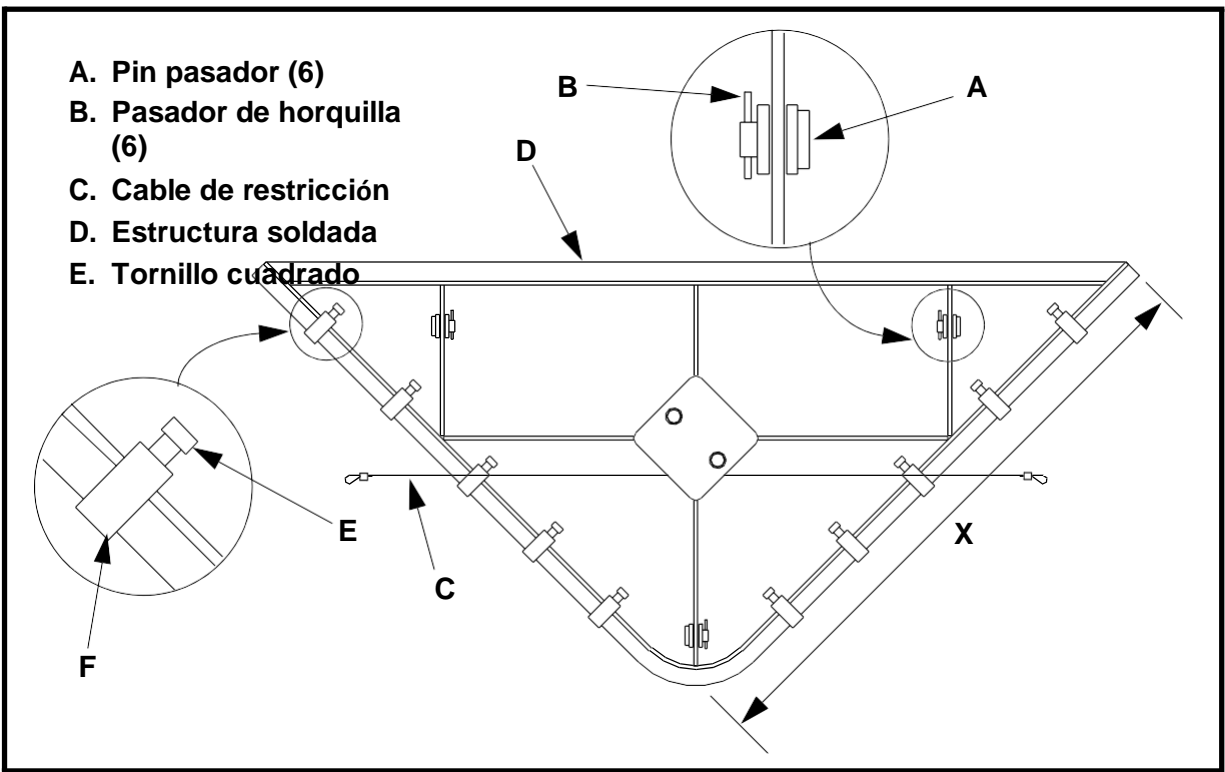

Figura 4. Instalando el Martin® V-Plow HD
6. Inserte las barras de suspensión (C, Figura 1) a través de los orificios de montaje. Conecte cada brazo pivotado de la suspensión (G) a la barra de suspensión con un pin pasador (A, Figura 4) y un pasador de horquilla (B).
8. Conecte un cable de restricción (C, Figura 4) a los largueros del transportador suficientemente lejos de la polea de cola. Verifique que el V-Plow esté ubicado de acuerdo con la tabla en la Figura 1. No deje más de 2 pulgadas (51 mm) de holgura en el cable.
3. Verifique si la hoja de limpieza se ha desgastado. Si está desgastada casi hasta la estructura (D, Figura 4), sustitúyala de la siguiente manera:
- a. Retire los tornillos cuadrados (E) y las abrazaderas en C (F) sujetando el borde de limpieza contra la estructura soldada.